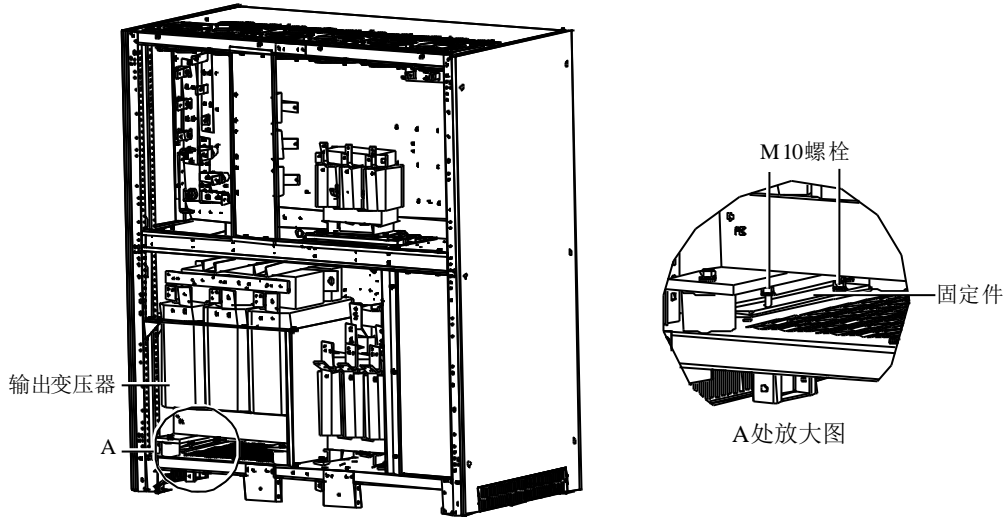

图8 拆除输出变压器固定件
1. 取下机柜后门板，露出输出变压器，如图 8 所示。注意保留拆下的螺钉。
2. 输出变压器底部左右侧各 1 个固定件。拆下各固定件上的 2 个 M10 螺栓，如图 8 所示。